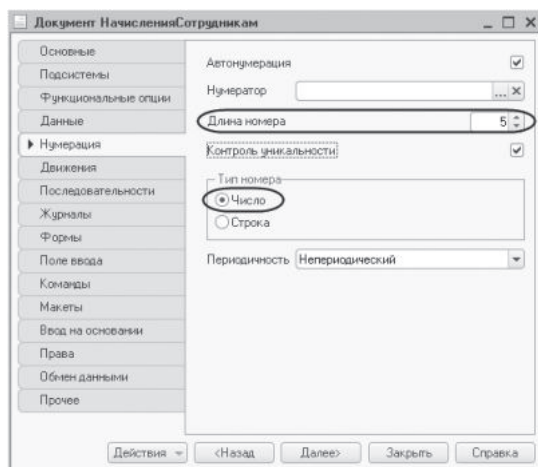

Рис. 18.1. Нумерация документа
- Длина номера – 5 (рис. 18.1).